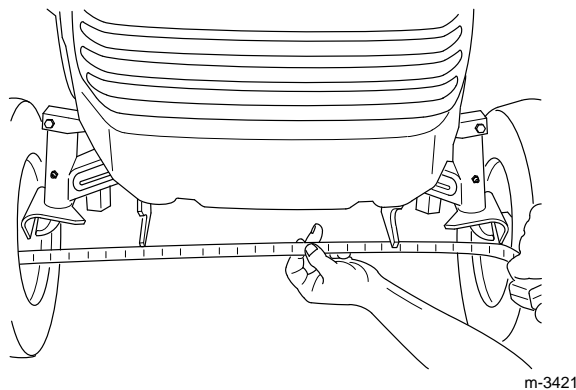

Figure 43
Le maintien d'un pincement correct des roues avant est important pour la sécurité, le ralentissement automatique Smart Turn™ dans les tournants et la facilité d'emploi. Un réglage peut être nécessaire si les pneus s'usent de manière irrégulière, s'ils abîment la pelouse ou si la direction est dure. Contrôler le pincement toutes les 100 heures de service ou une fois par an, selon ce qui se présente en premier (Fig. 43).
4. Mesurer la distance entre les deux pneus avant à la hauteur des fusées, à l'avant et à l'arrière des roues (Fig. 43).